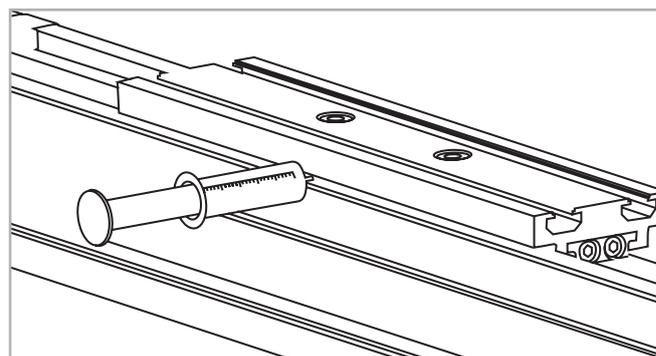

Fig. 50
1. Lubricación usando una pistola de engrase: Esto se realiza introduciendo la punta de la pistola de grasa en el conducto del cursor y presionando la grasa hacia adentro (ver fig. 50). Nótese que antes de la lubricación actual de las pistas de rodadura de la guía el conducto está lleno, motivo por el cual debe usarse la cantidad suficiente de grasa.